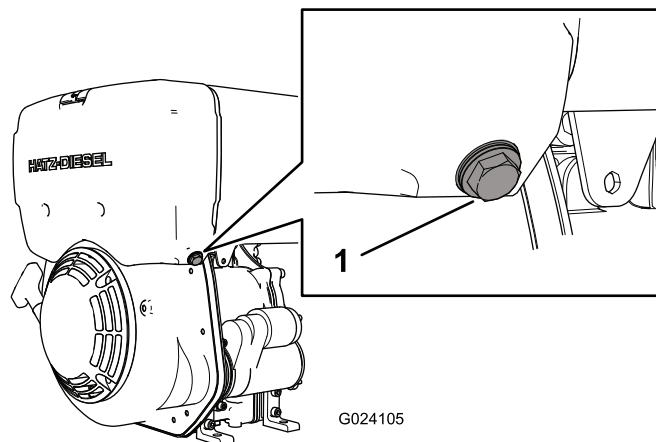

Figura 27
2. Afrouxe o parafuso do purgador, dando 3 a 4 voltas (Figura 27).